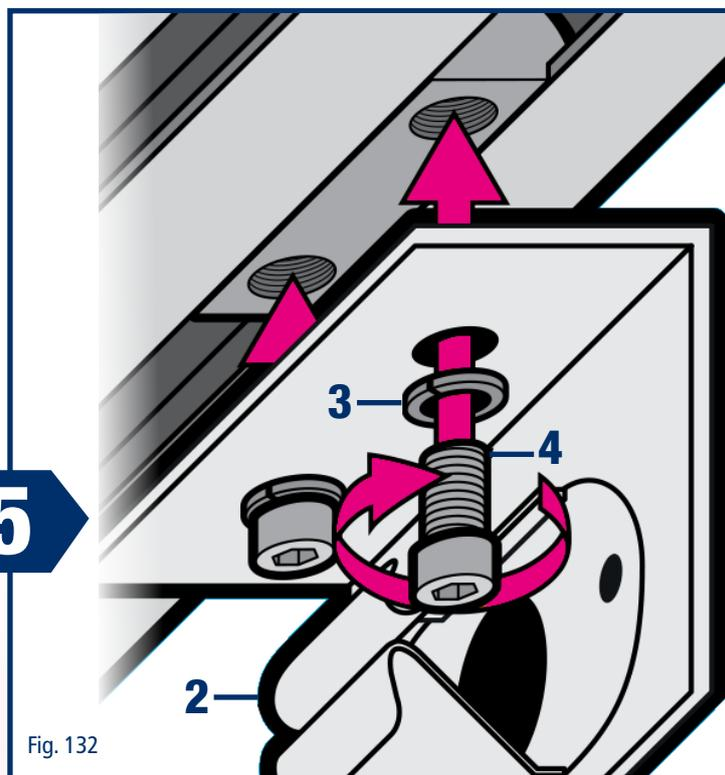

Fig. 132
L'équerre de montage (Fig. 129, N° 2) peut alors être montée. Pour le positionnement final, ne vissez l'équerre que très légèrement puis décalez, le cas échéant, les coulisseaux en T (5). Positionnez les équerres de montage de manière à ce qu'elles coïncident avec les alésages dans le panneau. (Fig. 132)